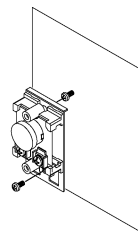

図3
- ③ カバーを外し、本器基板のダルマ穴に引掛けた後、下側の取付穴で固定してください。(図3)
- ④ 結線後、カバーを取付けてください。